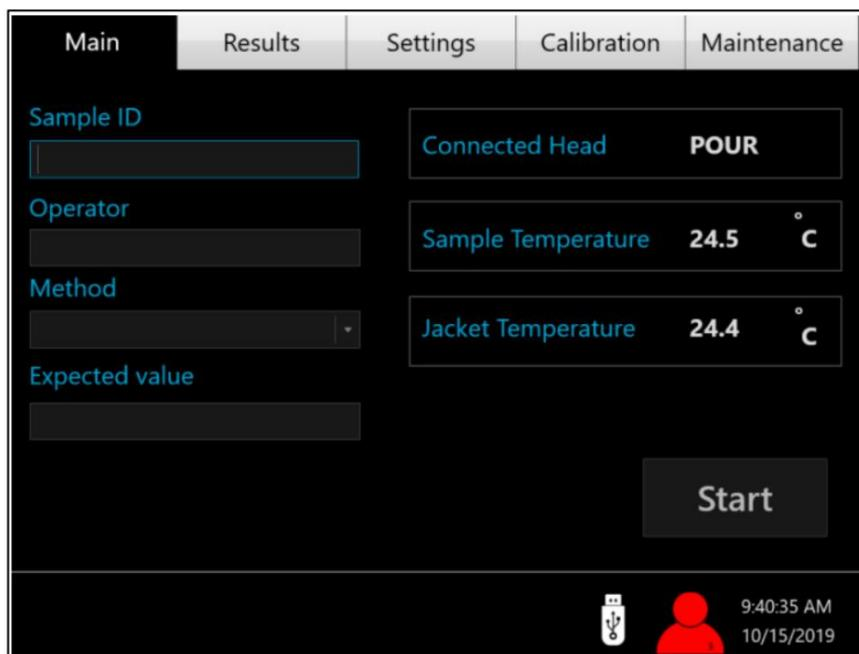
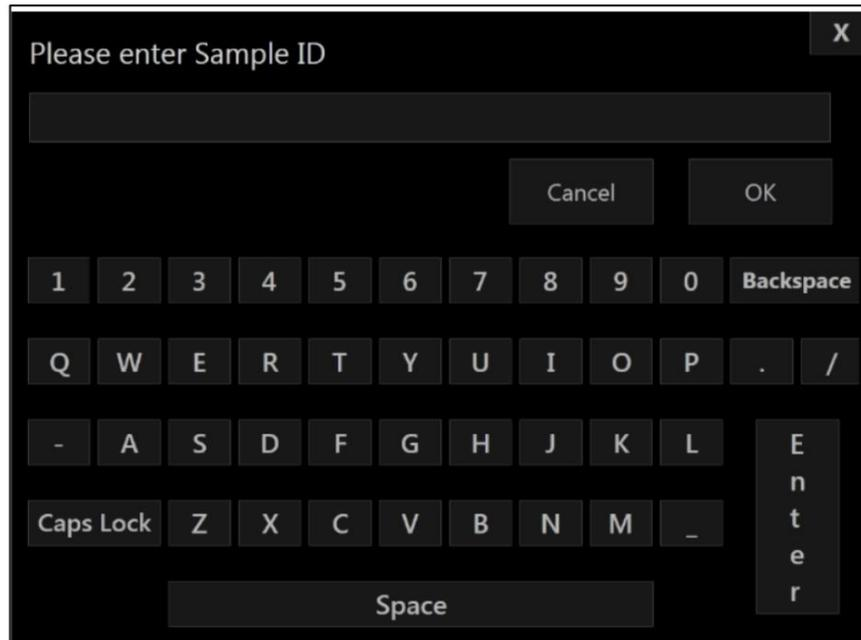

Figura 2. Pantalla principal
Figura 16. Teclado
- Principal. Encienda el interruptor de alimentación principal del probador automático de enturbiamiento y punto de fluidez (ubicado en la parte posterior de la unidad). La pantalla principal aparecerá en el panel de control de la pantalla táctil. Consulte la Figura 2 a continuación. En esta pantalla se pueden ingresar la identificación de la muestra, el nombre del operador, el valor esperado y el método. La pantalla principal también muestra cuál de los cabezales inalámbricos está conectado, así como las temperaturas de la muestra y la chaqueta.
1. Comenzando la Prueba. Se puede iniciar una prueba desde la pestaña de la pantalla principal que se muestra en la Figura 2. Ingrese el ID de la muestra, el operador, el valor esperado y seleccione el método de prueba del menú desplegable. Cuando toque las casillas para ingresar información, aparecerá un teclado como se muestra en la Figura 16.